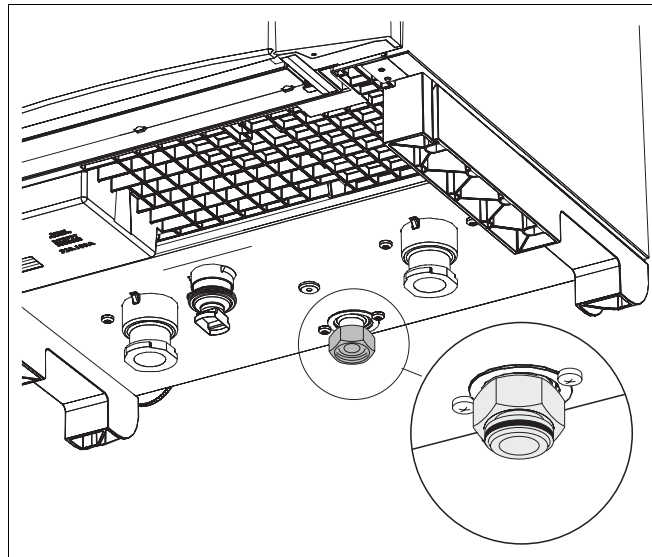

Fig. 12 Garnitură de cauciuc
- Fiți atenți ca garnitura plată de cauciuc montată în prealabil să se afle în îmbinarea de șuruburi (a cazanului) (Fig. 12, **lupă**).